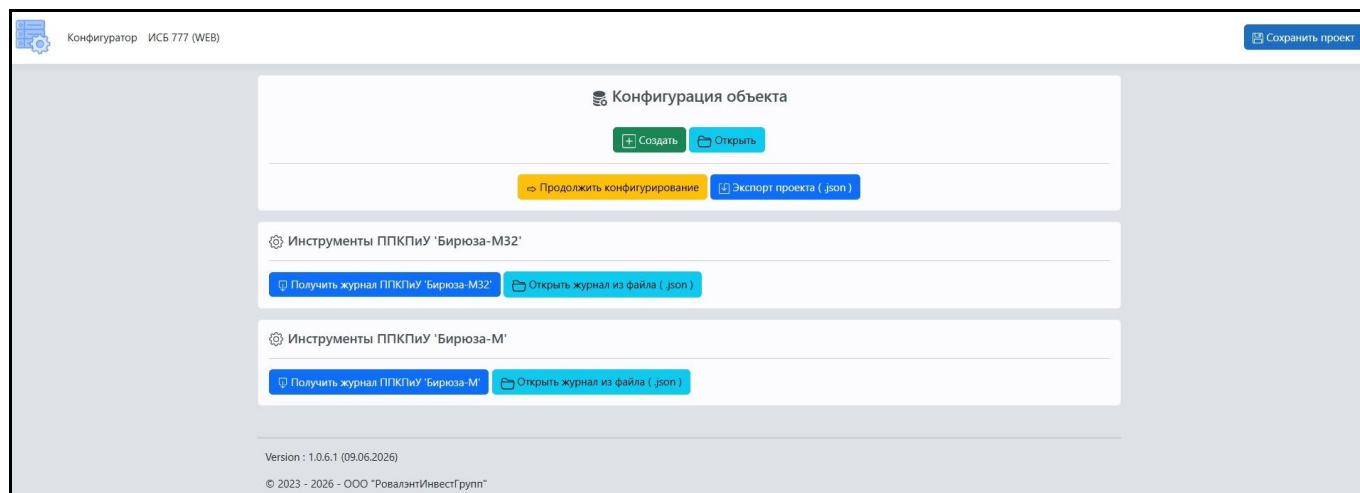

Рис. 7. Скриншот окна главного меню Конфигуратора
- ✓ в интернет-браузере, выбранном в операционной системе по умолчанию (рекомендуется использовать интернет-браузер Google Chrome), в виде WEB-приложения откроется окно главного меню Конфигуратора (см. рисунок 7).
Для создания конфигурации ППКПиУ необходимо в главном меню программы в поле «Конфигурация объекта» кликнуть на клавишу «**[+] Создать**» (см. рисунок 7).